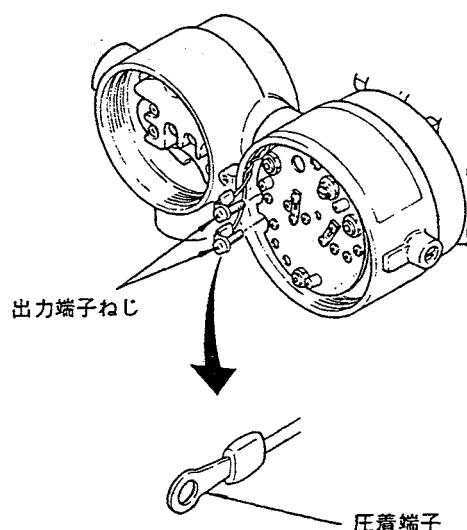

図7.3 リード線の取りはずし
- ② スパン粗調整ジャンパ(またはピンコネクタ)を、HIGHまたはLOWのいずれかに固定します (図7.3参照)。HIGH または LOW の選択方法を以下に示します。
- ① 電源を切ります。
- ② カバーを取りはずします。
- ③ プラスドライバで出力端子ねじをゆるめ、リード線はずします (図 7.3 参照)。